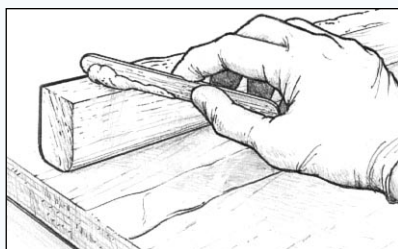

Figure 10 Appliquer un mélange époxy épaissi sur l'une des surfaces à encoller.
2. Modifiez le mélange résine/durcisseur en y incorporant les charges appropriées jusqu'à ce que le mélange devienne assez épais pour combler tous les espaces entre les surfaces à assembler et éviter les joints manquant de résine. Appliquez une couche uniforme d'époxy épaissi sur l'une des surfaces. La couche d'époxy doit être suffisamment épaisse pour qu'une petite quantité sorte lorsque les surfaces sont réunies (*Figure 10*).